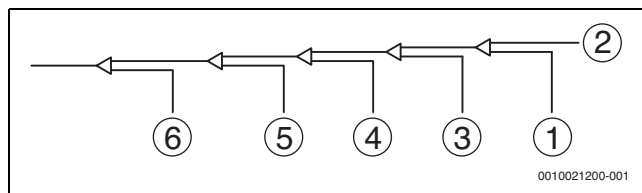

Fig. 101
8. Purgar las demás aberturas de la misma manera, trabajando en secuencia de la unidad interior A en dirección de las unidades exteriores. Véase la fig. 101.